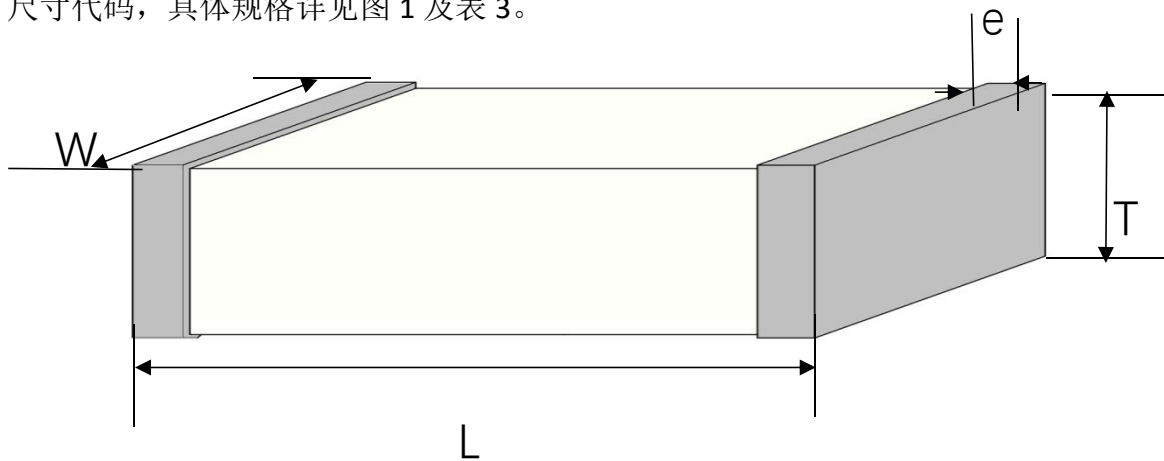

图 1 产品外形尺寸
② 陶瓷介质种类代码，C 表示 1 类陶瓷介质，T 表示 2 类陶瓷介质。
③ 尺寸代码，具体规格详见图 1 及表 3。